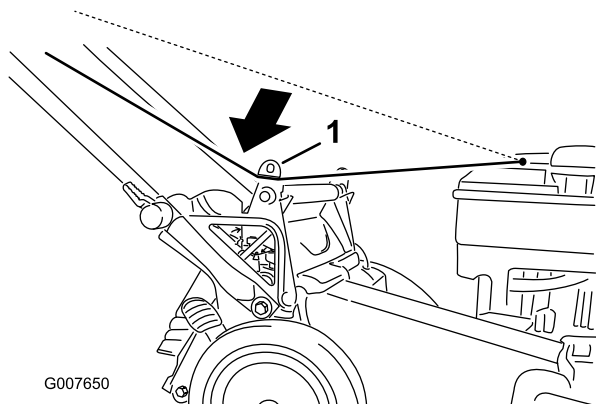

Figura 23
1. Avvolgete il cavo di avviamento attorno al guidacavo inferiore (Figura 23).